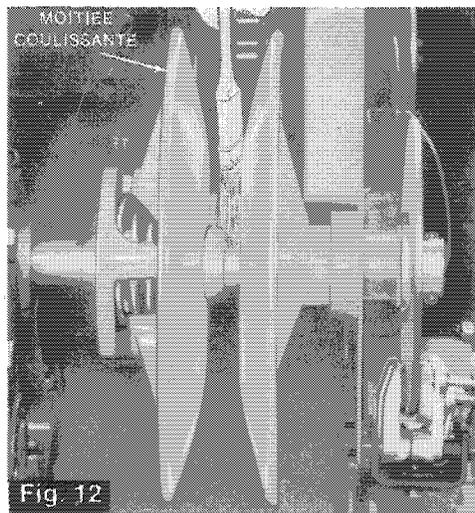

Fig. 12
2. Appliquez une légère couche de graisse basse-température sur l'axe. Actionnez plusieurs fois la moitié coulissante pour répartir la graisse sur l'axe. (fig. 12). Evitez d'enduire de graisse les faces internes de la poulie.